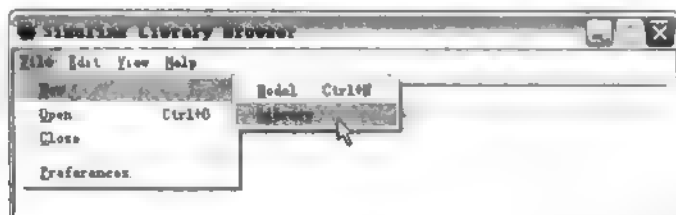

图 7.58 新建模块库菜单
- (1) 在 Simulink Library Browser 窗口中选择 File New | library 命令,如图 7.58 所示。